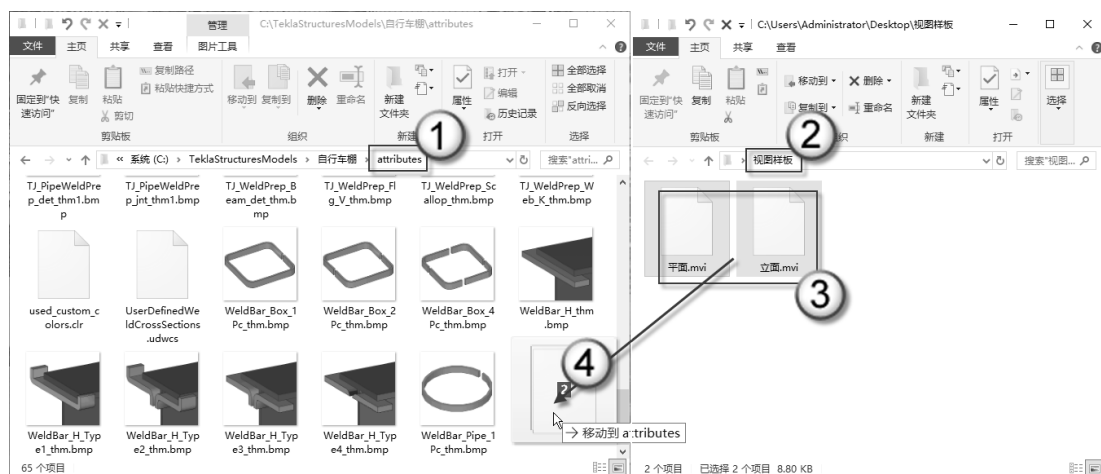

图 1.19 复制视图样板
(1) 复制视图样板文件。打开“C:\TeklaStructuresModels\自行车棚\attributes”文件夹，将配套下载资源的“视图样板”目录中的“平面”“立面”两个 MVI 文件复制到其中，如图 1.19 所示。
(2) 另存为视图样板。选择“视图”|“新视图”|“沿轴线”命令，弹出“沿着轴线生成视图”对话框。在 XY 行的“视图名称前缀”列中输入“平面图-标高为：”字样，在